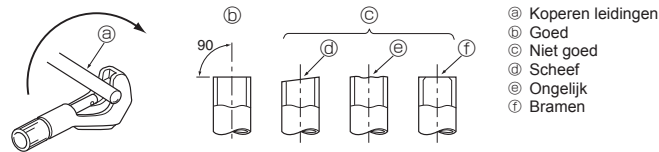

Fig. 5-2
5.3.1. Leidingen snijden (Fig. 5-2)